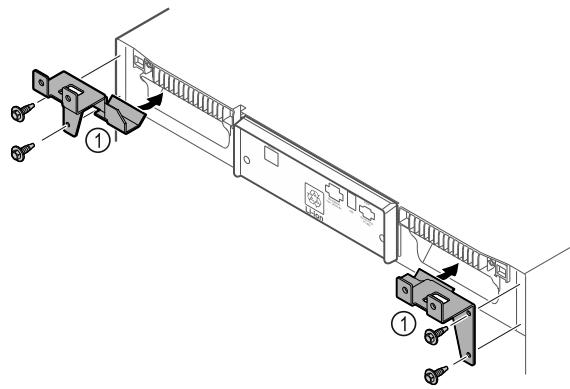

Fig. 12
- Držali Fig. 12 (1) montirajte na napravo s samoreznimi vijaki.